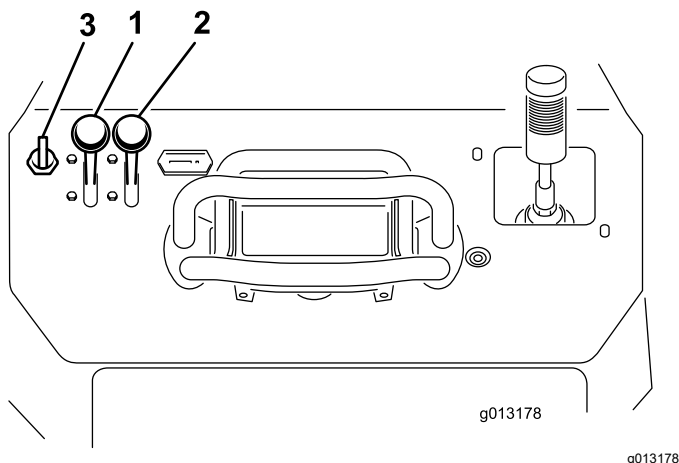

Bild 17
1. Stellen Sie den Gasbedienungshebel zwischen die Stellung LANGSAM und SCHNELL (Bild 17).
2. Stellen Sie den Chokehebel in die EIN-Stellung (Bild 17).
3. Drehen Sie den Schlüssel in die EIN-Stellung (Bild 17). Lassen Sie den Schlüssel los, wenn der Motor anspringt.
4. Schieben Sie den Chokehebel langsam in die Aus-Stellung (Bild 17). Schieben Sie beim Absterben oder Aussetzen des Motors den Choke wieder nach vorne, bis der Motor warm gelaufen ist.
5. Schieben Sie den Gasbedienungshebel in die gewünschte Stellung (Bild 17).